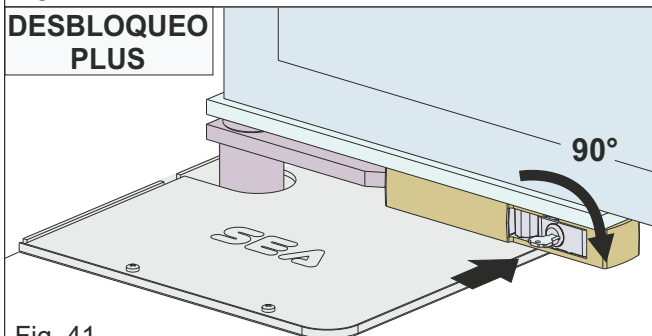

Fig. 41
- insertar la llave suministrada en la cerradura y girarla 90° en el sentido horario (Fig. 41)